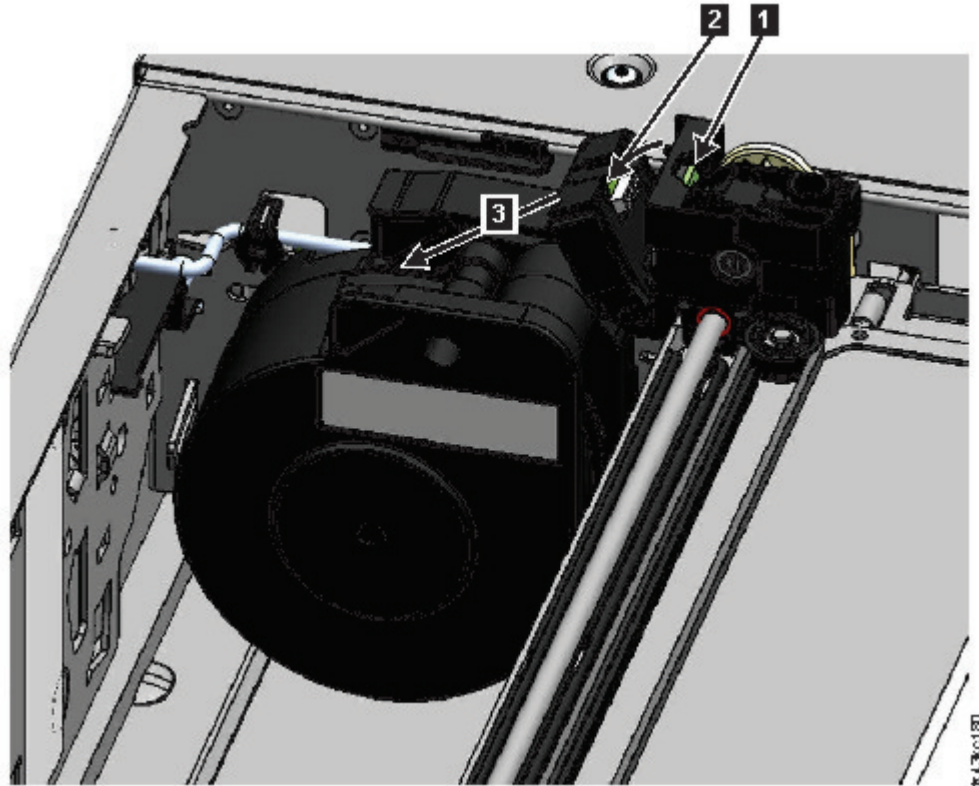

Figura 74. Desbloquee el cable de spooling y colóquelo en su soporte
7. En la parte superior del brazo robot donde está conectado el cable de spooling, presione hacia abajo en el pestillo (1 en Figura 74 en la página 171), a continuación, incline la pieza que contiene el cable de spooling (2).
8. Levante el cable de spooling del brazo robot y colóquelo en su cuna en la parte superior del mecanismo de spooling (**3** en Figura 74 en la página 171).